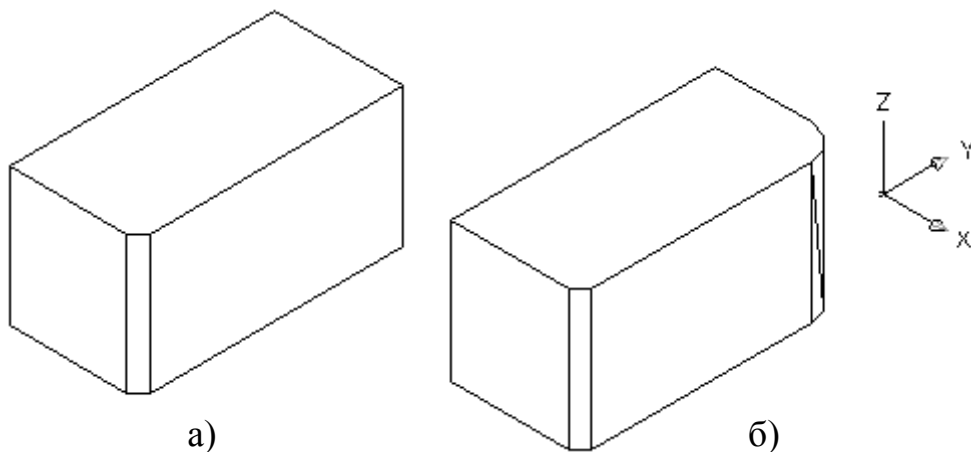

Рис. 60. Создание фаски и сопряжения
Результат создания фаски показан на рис. 60а.
- последовательно указать все ребра, на которых необходимо создать скругления (на рис. 60б указано одно из ребер);
Результат выполненной команды приведен на рис. 60б.